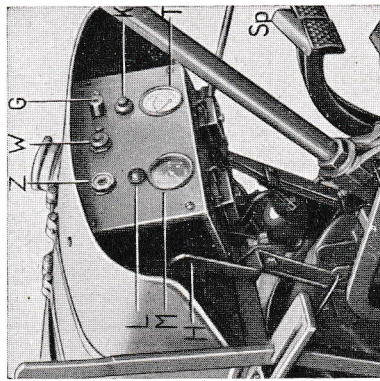

Abb.: 3
1.) Anlassen von Hand (Abb. 3 und 4).
Die Vorglühhung erfolgt wie unter Punkt 1a) erwähnt (Vorglühzeit beachten). Der Handgashebel wird ebenfalls auf etwa halbes Gas gestellt. Der Handhebel X ist nach 2–3 maligem Vorpumpen in Betriebsstellung B zu legen und der Anlasserknopf K (Abb. 3) zu drücken. Sobald die erste Zündung erfolgt, ist der Anlasserknopf loszulassen. Falls der Motor nicht anspringt, Anlasserknopf niemals länger als $\frac{1}{2}$ Minute lang drücken. Bei wiederholtem Anlassen ist besonders darauf zu achten, daß der Motor bereits wieder stillsteht, bevor der Anlasserknopf ein zweites oder weiteres Mal betätigt werden muß. Nach dem Anspringen des Motors ist die Glühkerze auszuschalten und der Handgashebel zurückzustellen.
riegelungssperre Sp (Abb. 3) oberhalb der Fußbremspedale gelöst ist, kann wahlweise das linke oder das rechte Pedal betätigt und dann entweder eine enge Links- bzw. Rechtskurve gefahren werden. Das selbe gilt für das rechte Pedal. Die Einzelradfußbremse soll nach Möglichkeit nur bei der Feldarbeit Verwendung finden. Beim Fahren auf der Straße müssen die beiden Bremspedale unbedingt durch die Verriegelungssperre miteinander verbunden sein, um ein sicheres und gleichmäßiges Bremsen zu ermöglichen und den Verkehr nicht zu gefährden.
- 2.) Die Temperatur des Kühlwassers ist stets am Fernthermometer T (Abb. 3) abzulesen. Sie soll nicht über 90°C und nicht unter 70°C liegen. Die Kühlwassertemperatur kann mit der Kühlerschutzdecke geregelt werden. Grundsätzlich darf bei etwa auftretendem großen Wasserverlust niemals kaltes Wasser in die heiße Maschine nachgefüllt werden.
Das „Dieselroß“ ohne Anlasser besitzt eine 6 Volt -Lichtanlage. Der von der Lichtmaschine erzeugte Strom, welcher nicht von den Scheinwerfern oder dem Horn verbraucht wird, wird von der Batterie aufgespeichert. Diese liefert dann bei stillstehendem Motor Strom für Standlicht und Glühanlage. Zum Einschalten des Fernlichtes dreht man den Schlüssel im Zünd- und Lichtschalter Z (Abb. 3) im Uhrzeigersinn bis auf 2. Rücklicht und Horn sind dabei auch eingeschaltet. Das Standlicht wird eingeschaltet, indem man den Schlüssel zurück auf 1 dreht, wobei Rücklicht und Horn ebenfalls eingeschaltet sind. Zum Ausschalten des Lichtes dreht man den Schlüssel zurück auf 0. In der Null-Stellung, also auch bei Tagfahrt, ist nur das Signalhorn eingeschaltet. Es ist darauf zu achten, daß der Keilriemen zur Lichtmaschine immer stramm aufliegt, um die richtige Drehzahl der Lichtmaschine zu erreichen. Das Nachspannen des Keilriemens erfolgt durch Drehen des Lichtmaschinenhalters.
Außerdem ist am Schaltbrett eine Lichtmaschinenladekontrollampe L (Abb. 3) angebracht. Diese leuchtet grün auf, wenn die Lichtmaschine nicht aufladet. Wenn also der Zündschlüssel in den Schalter ganz hineingedrückt wird, muß die Lampe aufleuchten. (Andernfalls Leuchtungsdefekt oder die Birne ist entzwei). Sobald der Motor anläuft, löscht das grüne Licht aus. Leuchtet dasselbe während des Betriebes auf, ist meistens ein Lichtmaschinendefekt oder eine zu niedrige Drehzahl der Lichtmaschine die Ursache, was im zweiten Falle mitunter auf zu wenig gespannte Keilriemen zurückzuführen ist. Falls Gasgeben oder Spannen der Keilriemen zu keinem Erfolg führen, muß man die Lichtmaschine nachsehen lassen. Bei eingebautem Anlasser besitzt der Schlepper eine 12 Volt-Lichtanlage. Ein Versagen der Vorglühanlage ist meistens auf Oxydation des Glühdrahtes im Glühüberwacher zurückzuführen. Man öffnet den Glühüberwacher, schabt die beiden Messingstifte und die Einführungstüchsen blank und der Schaden ist meistens behoben. Der Glühdraht kann auch ohne weiteres ausgetauscht werden.